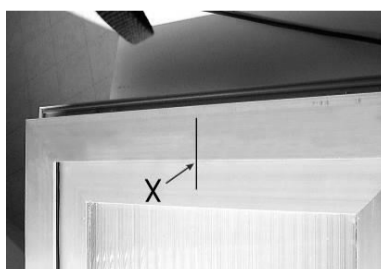

Fig. 7
- B. Trazar con un lápiz la línea de centro "X" del marco (Fig. 7), o dividirlo igualmente en caso de montaje de varios VARIA SLIM SYNCRO.